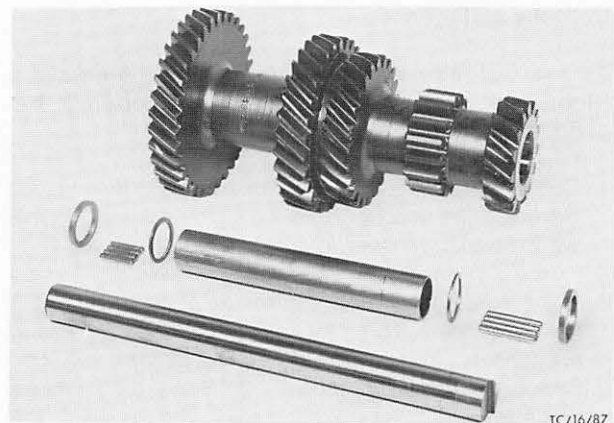

Abb. 75 Vorgelegezahnradblock zerlegt
5. Bei der Montage des Vorgelegezahnradblockes ist darauf zu achten, daß zusätzlich das Distanzrohr im Zahnradblock zu montieren ist und von jeder Seite 19 Lagernadeln. **Dabei müssen die langen Lager-nadeln in die hintere Seite des Zahnradblockes und die dicken Distanzscheiben jeweils außen eingebaut werden.** Abb. 75.